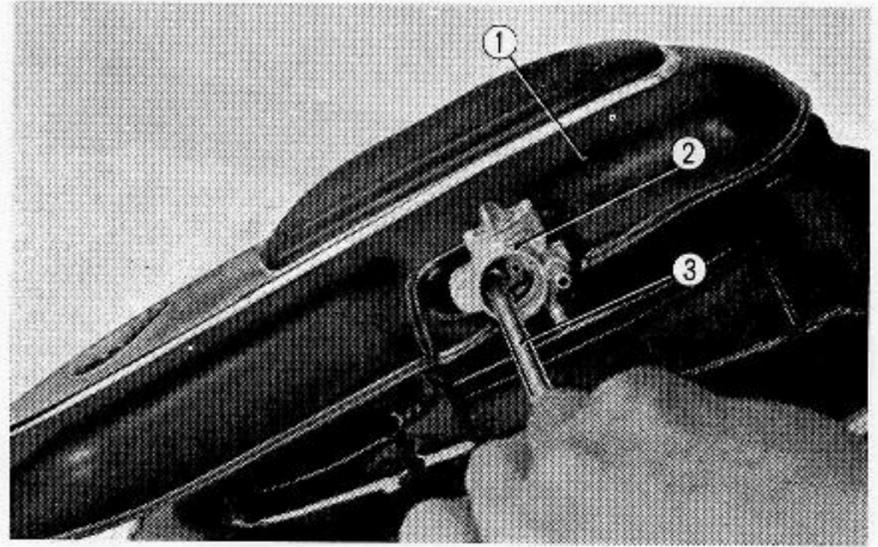

Abb. 4.30 Benzinhahn ausbauen
- (5) Zum Ausbau des Benzinhahns den Filterbecher abschrauben, Dichtring, Sieb und 6×16 mm Kreuzschlitzschraube entfernen. (Abb. 4.30)